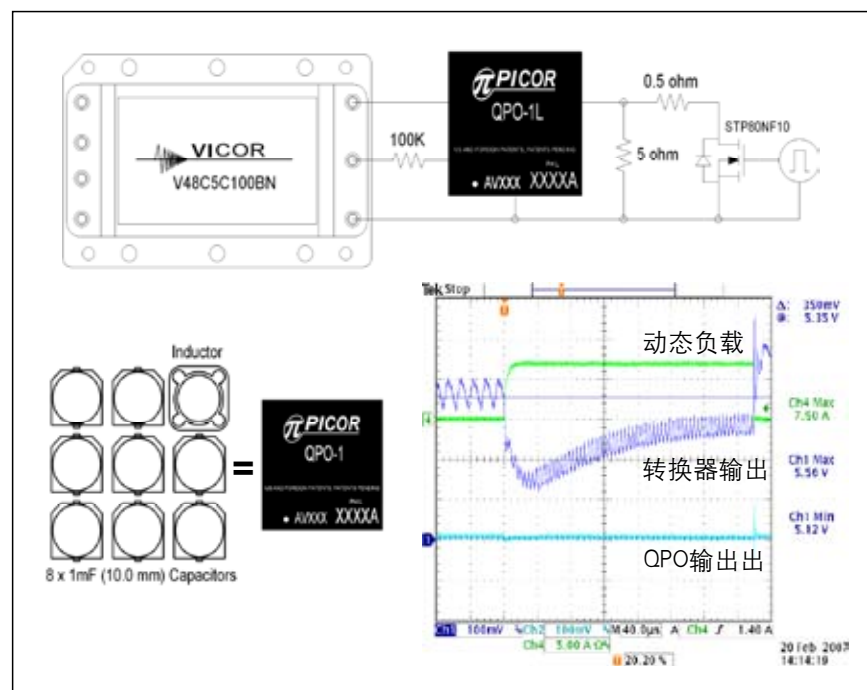

图3: Picor 公司部份输出滤波模块 (QPO) 型号, 除可减少输出纹波, 还可改善瞬变响应, 效果远超过 1 枚电感及 8 枚电解电容, 可大大提高电源可靠性, 并节省成本。
2), 另外, Vicor 的 MicorRAM 及 QPO 输出纹波衰减系列模块, 亦可以有源方式改善负载瞬变反应, 从而减少对负载点电容的倚赖(图3), 少用较易失效的电解电容, 可靠性自然提高不少。采用较为整合的模块, 亦可减少系统零件数量, 对 MTBF 值有正面影响。例如 Vicor 的 QPI 系列输入滤波模块, 某些型号还整合了热插拔功能, 可代替十多个分立元件, 从而减少 PCB 面积、成本, 及提高系统可靠性(图4)。